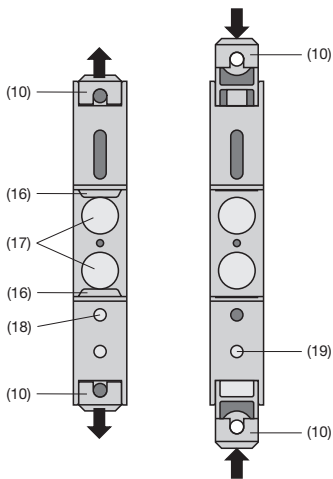

Fig. 7. Fond de l'appareil.
Ensuite tirer en dehors les languettes de fixation (10) en enfonçant en même temps les boutons de verrouillage (18) (voir Fig. 7 à gauche).
(10) Languettes de fixation
(16) Cliquets de retenue
(17) Tampons en caoutchouc
(18) Verrouillage pour languettes rentrées
(19) Verrouillage pour languettes extraites
Pour rentrer si nécessaire les languettes de fixation, il faut enfoncer les boutons de verrouillage (19) et en même temps glisser les languettes de fixation (10) dans la base du boîtier (voir Fig. 7 à droite).